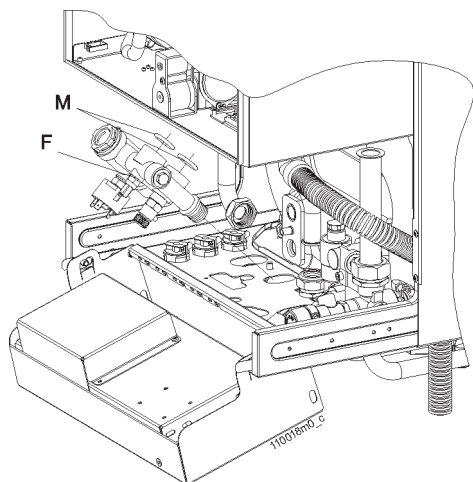

Figura 8.10 - Estrazione valvola deviatrice
- estrarre verso l'esterno tutto il blocco della valvola deviatrice "F" facendo attenzione alle guarnizioni "M" (vedi figura 8.10);